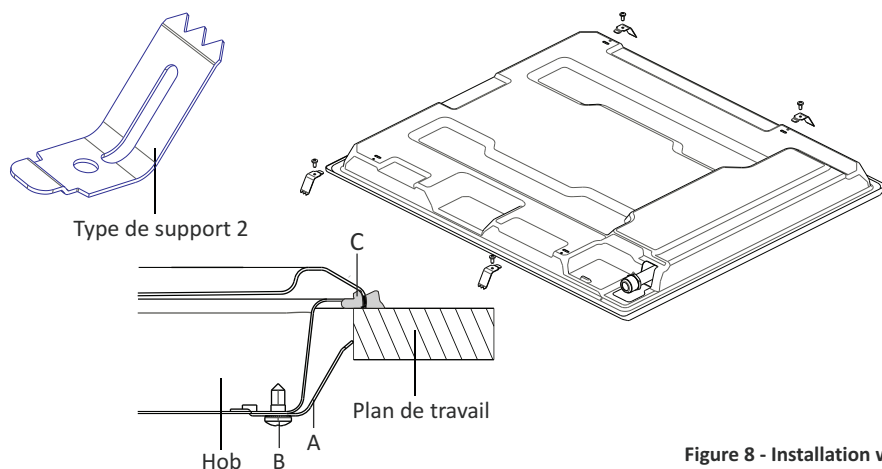

Figure 8 - Installation with
Fixez les supports (A) grâce aux vis (B) sur le couvercle inférieur de l'appareil comme indiqué à la figure 8. Insérez l'appareil dans l'aperture et exercez une certaine pression sur la table de cuisson, assurez-vous que l'appareil est bien positionné